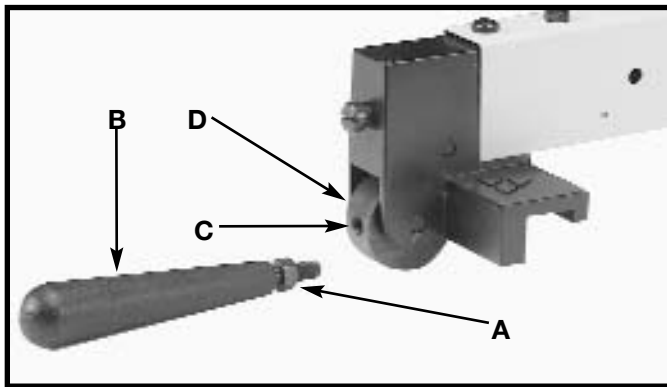
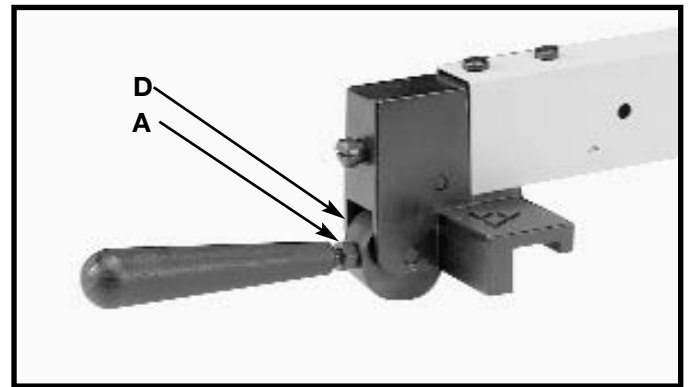

Fig. 24
Fig. 25
1. Enrosque la M8x1.25 tuerca de cierre (A) Fig. 24 aproximadamente a la mitad del camino sobre el gorrón de la agarradera (B).
2. Enrosque la tuerca de cierre (B) Fig. 24 dentro del agujero roscado (C) en la leva de la guía (D). Apriete la tuerca de cierre (A) Fig. 25 contra la leva (D).